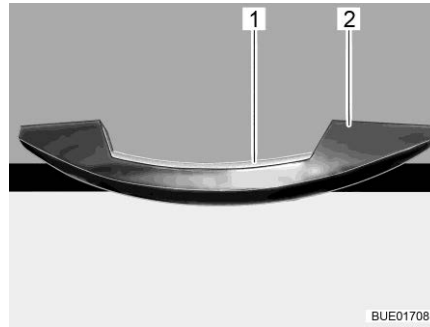

Fig. 67 Maniglia con listello di sblocco (esempio)
- Apertura:** ■ Premere il listello di sblocco (Fig. 67,1) e mantenerlo premuto.
■ Tirare la maniglia (Fig. 67,2) finché lo sportello del mobile non si apre.